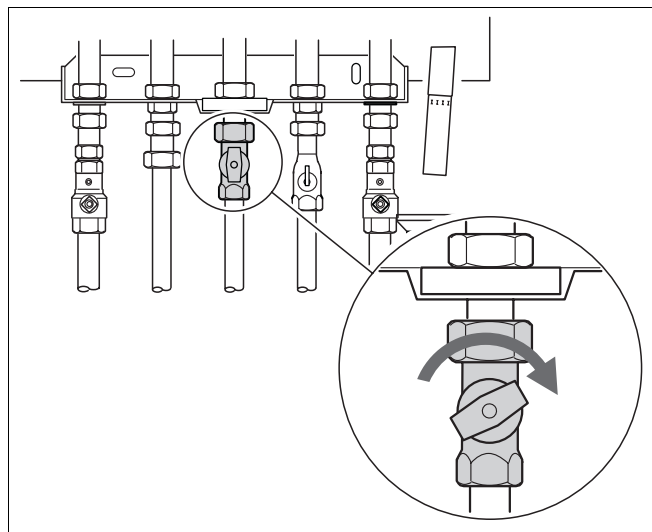

Abb. 36 Gasabsperrhahn schließen
- Gasabsperrhahn schließen (Abb. 36).
- Gasabsperrhahn schließen (Abb. 36, Seite 26).